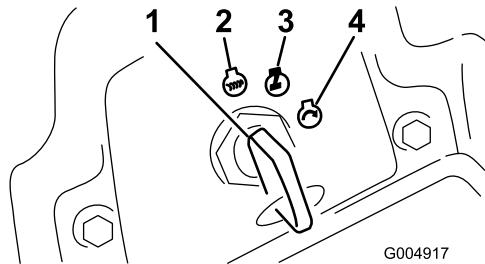

Figure 16
- Tournez la clé dans le sens horaire en contact (Figure 16).
- Tournez la clé de contact à la position Arrêt (Figure 16). Attendez l'arrêt de toutes les pièces en mouvement avant de quitter la position d'utilisation.